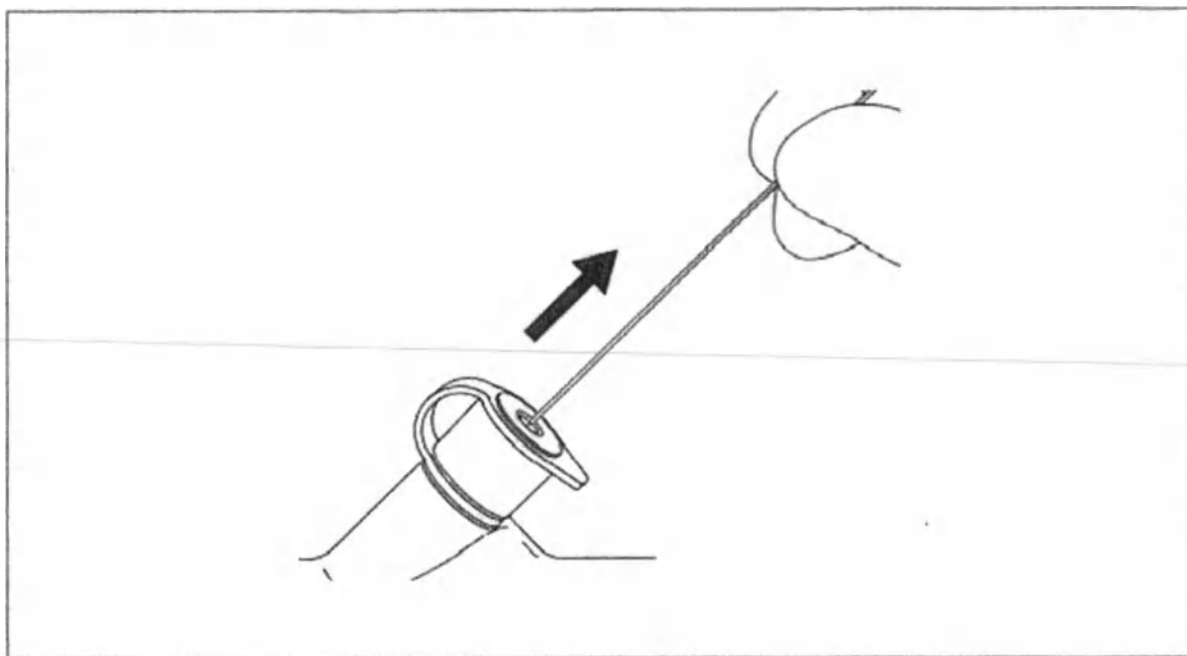

Рис.20.
2. Медленно извлеките эндоскопическое устройство прямо по направлению к клапану входного отверстия. (см. рис. 20)